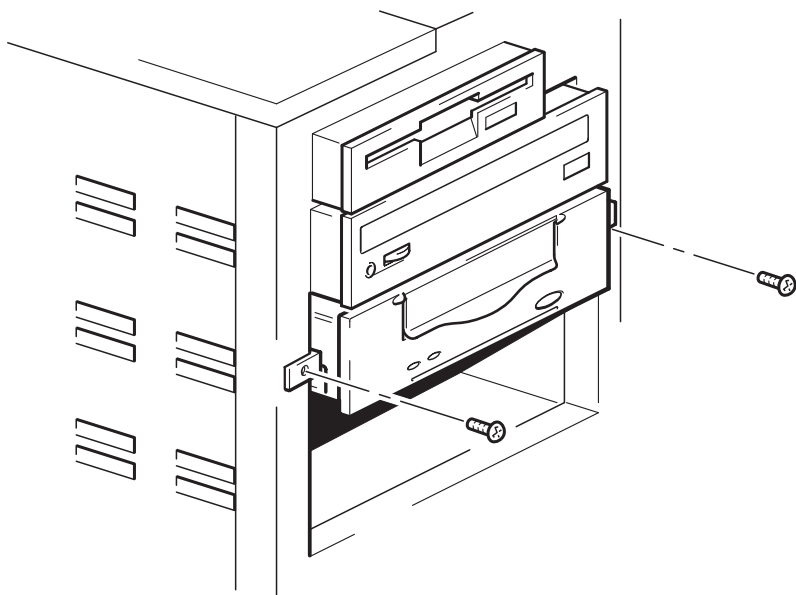

Figura 9a: fixar a unidade aos acessórios de montagem
- 1 Fixe a unidade de fita no lugar. Para fixar a unidade no lugar, use os parafusos removidos no “Passo 3: Preparar a baía de montagem” na página 15, como mostra a figura 9a.